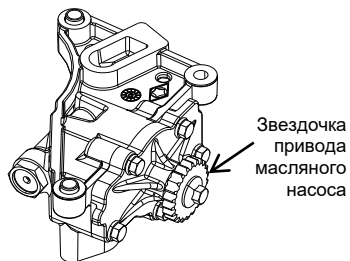

Рис. 6-4
- ① Проверьте на предмет чрезмерного износа внутренние поверхности масляного насоса, по которым работают шестерни; также проверьте звездочку привода насоса на предмет чрезмерного износа поверхности зубьев и трещин у корня зубьев (рис. 6-4). При обнаружении таких дефектов замените изношенные детали.
- ② Проверьте цепь привода масляного насоса на предмет чрезмерного износа и повреждений звеньев. При обнаружении таких дефектов замените цепь.
- ① Очистите сопрягаемые поверхности нижней и верхней частей масляного картера. Удалите с них масло и грязь.